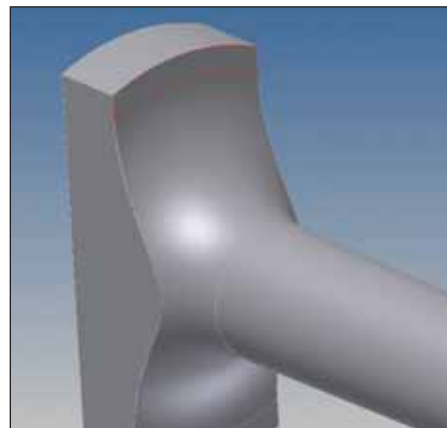

Рис. 19
26. Выбрать в качестве плоскости эскиза указанную на рис. 19 поверхность.